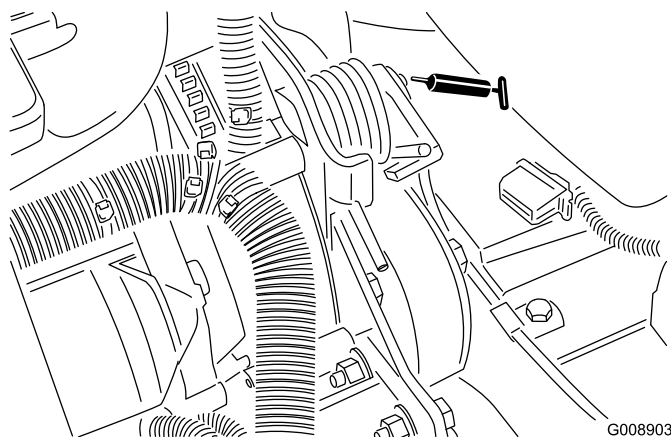

Figura 45
- Perno di tensionamento della cinghia (Figura 45)